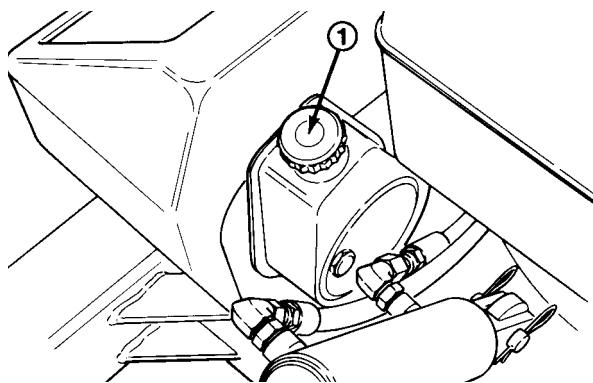

Fig. 25
2. Posizionare una vaschetta sotto la pompa e il telaio (Fig. 25).